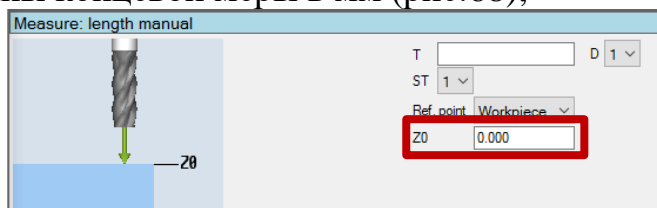

Рис.68. Поле «Z0»
7. При использовании концевой меры длины в поле «Z0» ввести значение длины концевой меры в мм (рис.68);